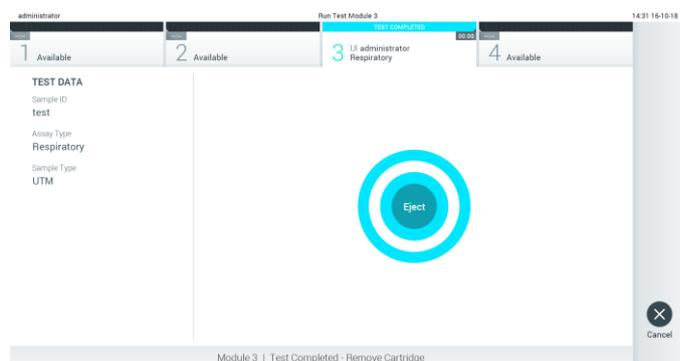

Рис. 29. Экран «Eject» (Извлечь).
10. По завершении цикла анализа отображается экран **Eject** (Извлечь) (рис. 29). Нажмите **Eject** (Извлечь) на сенсорном экране, чтобы извлечь картридж для тест-системы QIAstat-Dx, и утилизируйте его с биологически опасными отходами с соблюдением всех государственных, региональных и местных нормативов и законов в области здравоохранения и безопасности.